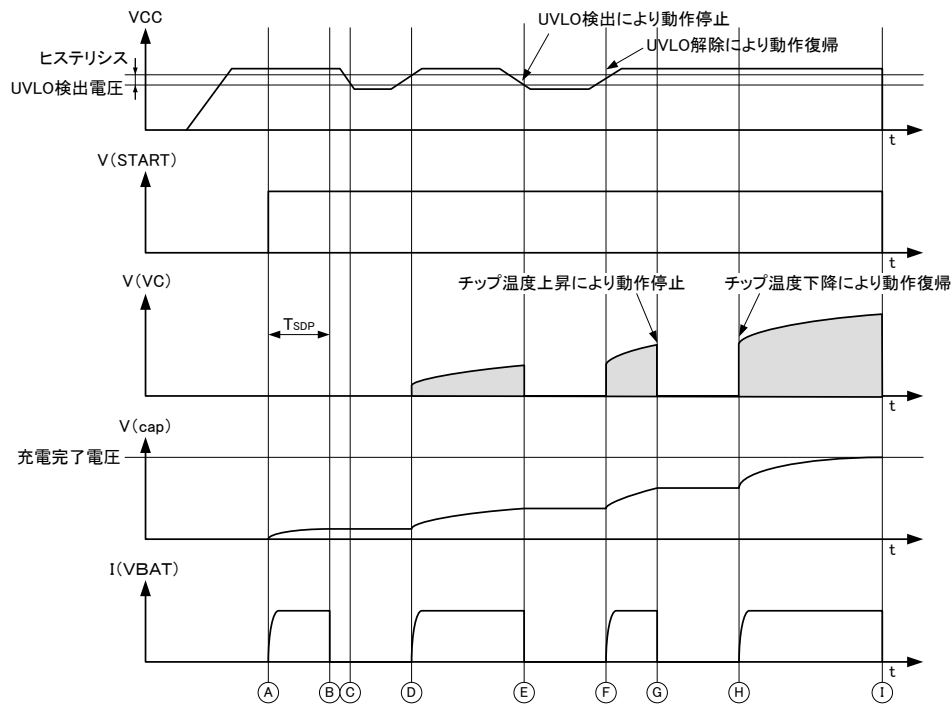

図 33. タイミングチャート 3：保護回路動作時
VCC 電圧が低下し電気的特性に記載されている UVLO 検出電圧以下になると、UVLO 保護回路が働き一時充電を中断します（図 33.時間④、⑤参照）。その後、VCC 電圧が UVLO 解除電圧以上になると自動的に復帰します（図 33.時間⑥、⑦参照）。
過度な温度上昇（ $T_j > 175^\circ\text{C}[\text{TYP}]$ ）により IC が熱暴走しないように保護します。検出後は充電動作を一時的に中断し（図 33.時間⑧参照）チップ温度が下がる（ $T_j < 150^\circ\text{C}[\text{TYP}]$ ）ことにより自動復帰します（図 33.時間⑨参照）。
VC 端子が何らかの異常により GND レベルになり、最大 OFF 時間で SDP カウント回数（TSDP） 2^{16} （=65536）回 PowerTr がスイッチングを繰り返した場合、異常と判断し強制的に充電動作を停止させます（図 33.時間⑩参照）。START 端子を”L”→”H”、及び UVLO 検出後解除される事により復帰します。